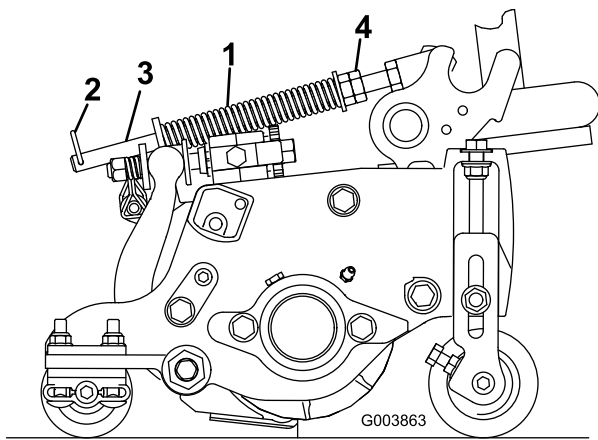

Figura 14
El muelle de compensación del césped (Figura 14) transfiere peso del rodillo delantero al trasero, lo que ayuda a reducir el efecto visual de ondulaciones en el césped.
1. Asegúrese de que el pasador de horquilla está instalado en el taladro del extremo de la varilla del muelle (Figura 14).
2. Apriete las tuercas hexagonales del extremo delantero de la varilla del muelle hasta que la longitud comprimida del muelle sea de 15,9 cm, según se muestra en Figura 14.